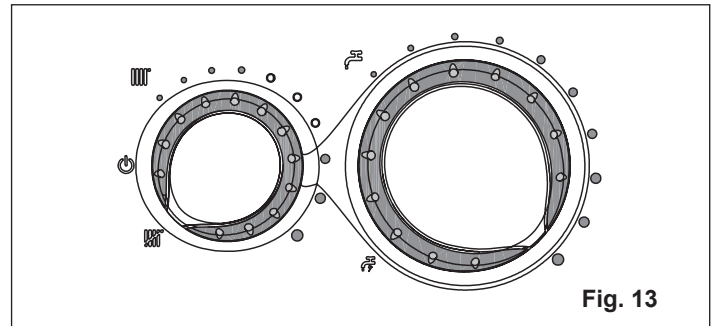

Fig. 13
- 将模式选择旋钮置于夏季位置  ( Fig.13 )；
- 将热水温度选择旋钮调至水温最高 (Fig.13)；